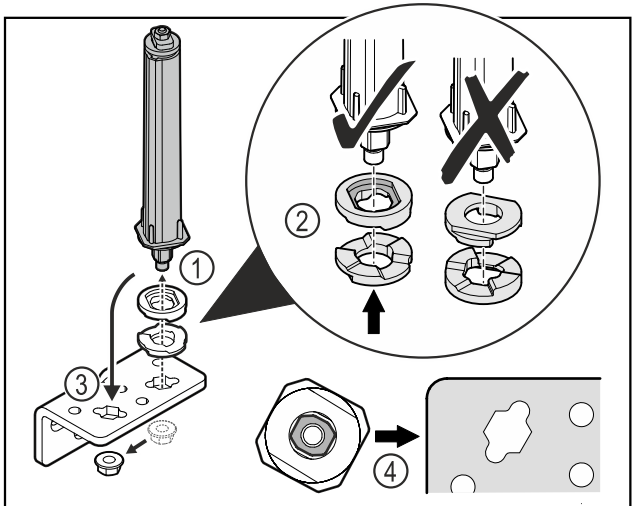

Fig. 40
- ▶ Lossa muttern och ta bort dörrlåssystemet Fig. 40 (1).
- ▶ Se till att rikta brickorna för höjdjustering korrekt Fig. 40 (2).
- ▶ Flytta dörrlåssystemet i gångjärnsfästet och fixera med muttern Fig. 40 (3).
- ▶ Kontrollera att dörrlåssystemet är korrekt riktat vid monteringen Fig. 40 (4).